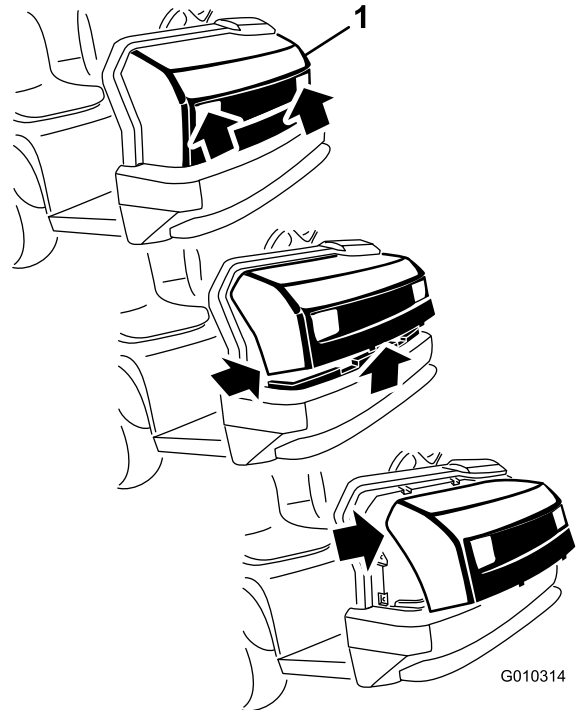

Bild 3
1. Fassen Sie die Motorhaube in den Scheinwerferöffnungen an und heben sie an, um die unteren Befestigungsnasen aus den Rahmenschlitz zu heben (Bild 3).
2. Drehen Sie die Unterseite der Motorhaube nach oben, bis Sie die oberen Befestigungsnasen aus den Rahmenschlitz ziehen können (Bild 3).
3. Drehen Sie die Oberseite der Motorhaube nach vorne und ziehen Sie die Kabelanschlüsse von den Scheinwerfern ab (Bild 3).